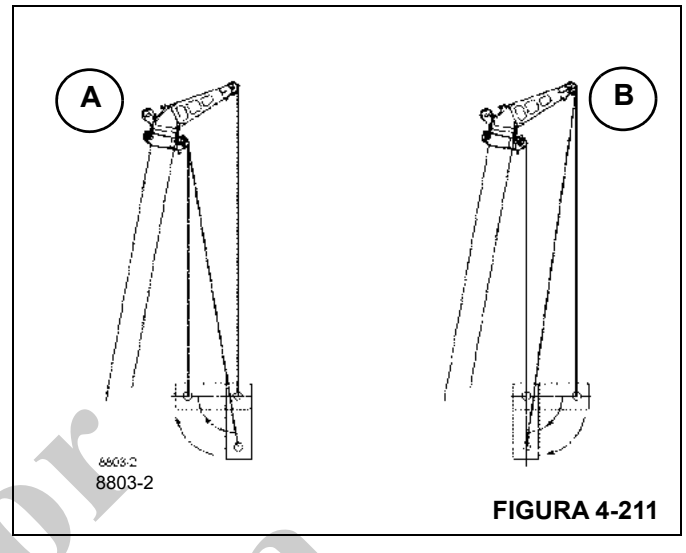
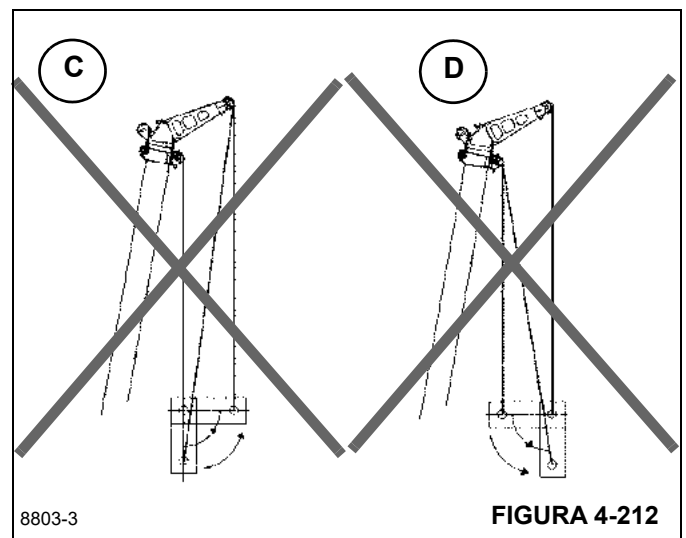

FIGURA 4-211
FIGURA 4-212
El centro de gravedad de la carga debe moverse hacia la grúa (Figura 4-211) (A y B). Cualquier otro uso se considera incorrecto y no está permitido. Para ejemplos, vea (Figura 4-212) (C y D).
Si procede de acuerdo con el **detalle C o detalle D** (Figura 4-212), la carga girará hacia afuera y el par motor de la carga aumentará. ¡Este método de trabajo hará que la máquina se vuelque o que el sistema de la pluma quede sobrecargado, y por lo tanto está estrictamente prohibido!
1. Eleve la carga horizontalmente usando los dos malacates (**detalle B**), como se muestra en (Figura 4-211).